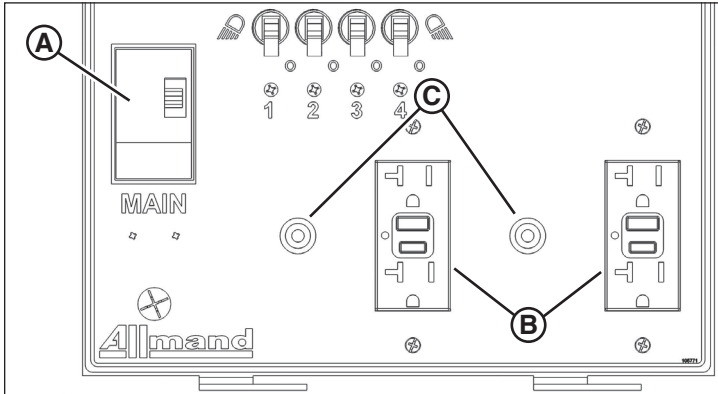

Figura 31
- Dos tomacorrientes GFCI (B, Figura 31), cada uno protegido por un disyuntor de 20 A (C), O